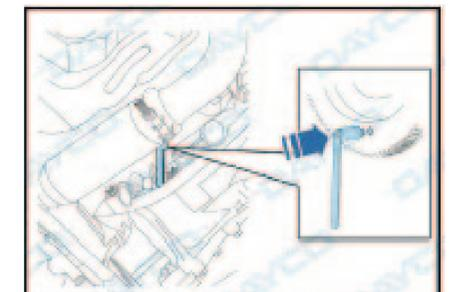

Fig. 1.17
- **ATENCIÓN:** Verifique que ya esté presente el filtro en el orificio indicado (Fig. 1.17).